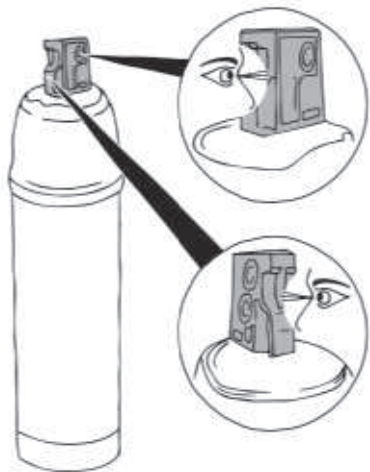

Abb. 29
12. Prüfen Sie, ob die insgesamt 3 O-Ringe richtig in den Einkerbungen der neuen Filterkartusche sitzen. Drücken Sie die O-Ringe ggf. mit gewaschenen Fingern und ohne Hilfswerkzeug in die Einkerbungen (Abb. 29).